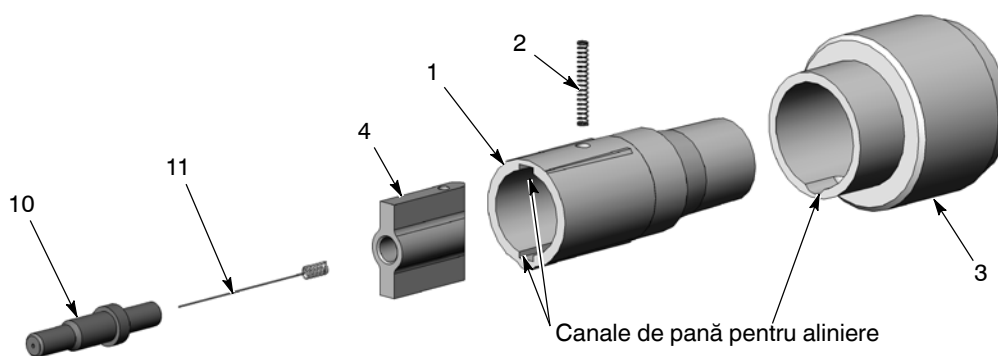

Figura 17 Înlocuirea manșonului suportului electrodului
- Suportul electrodului constă din elementele 1-4 prezentate în Figura 17.
- Ansamblul suportului (3) conține un rezistor. Dacă rezistorul nu funcționează corect, trebuie înlocuit întregul ansamblu.